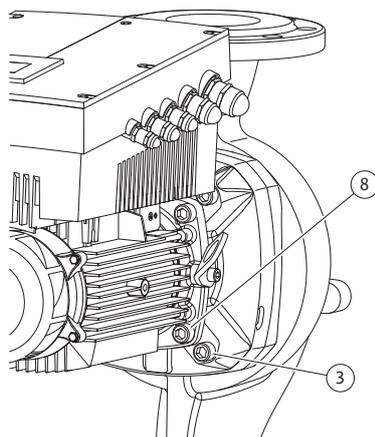

Fig. 52: Valgfri fastgørelse af indstikssættet
11. Løsn og fjern skruerne (Fig. 7, pos. 3). Alt efter pumpetype tages de yderste skruer (Fig. 52, pos. 3) ud. Indstikssættet (se Fig. 13) er efter fjernelsen af skruerne stadig sikkert placeret i pumpehuset, der er heller ikke fare for, at det tipper, når motorakslen er i vandret position.
22. Skub lanternen forsigtigt over akslen og ind i den gamle eller en anden ønsket vinklet position til motorflangen. Vær i den forbindelse opmærksom på de tilladte installationspositioner for komponenterne (se kapitel 7.1 "Tilladte installationspositioner og ændring af komponentplaceringen før installationen" på side 221). Fastgør lanternen med skruerne (Fig. 7, pos. 10) eller – ved pumpe typerne/lanternetyperne iht. (Fig. 52) – med skruerne (Fig. 52, pos. 8) på motorflangen.